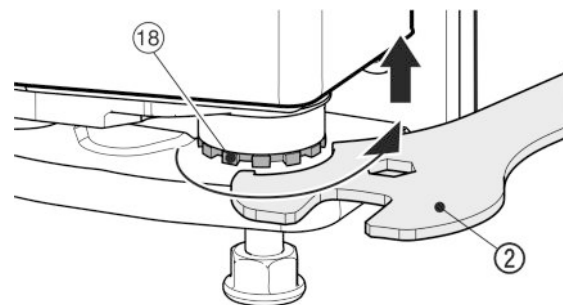

Fig. 18
- ▶ Pour soulever la porte, dévisser le support de palier Fig. 18 (18) avec la clé à molette fournie Fig. 18 (2) en le tournant dans le sens des aiguilles d'une montre. À sa livraison, le support de palier est serré à fond.